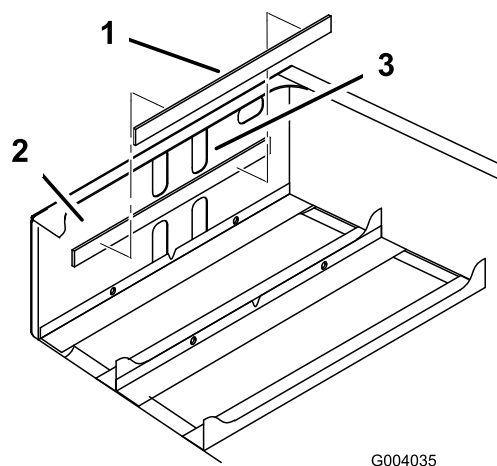

Figura 5
- Retire la tira adhesiva de la parte de atrás de la almohadilla de la batería e instale ésta en la cara interior delantera del bastidor trasero, según se muestra en Figura 5.
Nota: La almohadilla debe quedar a aproximadamente 6,4 mm por debajo del borde inferior de la fila superior de orificios (Figura 5).